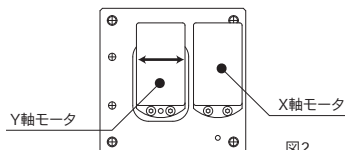

図2
- X-Yステージは、Y軸モータ自身がX軸方向(図2矢印方向)に動きます。周囲干渉にご注意ください。